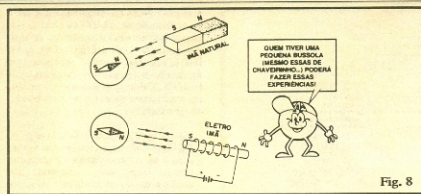

Fig. 8
- FIG. 8 - Um ELETROÍMÃ, portanto, comporta-se magneticamente de maneira idêntica à de um ímã natural, com polos de "nome igual" repelindo-se, e polos de "nome diferente" atraindo-se. Podemos comprovar isso aproximando de uma bússola, tanto um pedaço de ímã natural, como um eletroímã: ambos gerarão a mesma deflexão da agulha (desde que a polaridade magnética esteja orientada em conformidade).